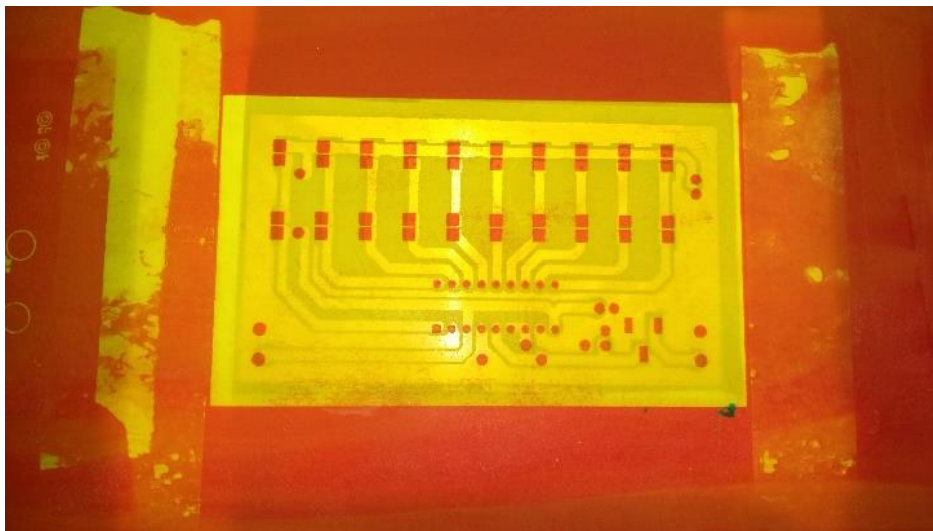

Figura 39. Antisolder alineado con la baquela.
- Alinee el diseño de la baquela como se muestra en la Figura 39.